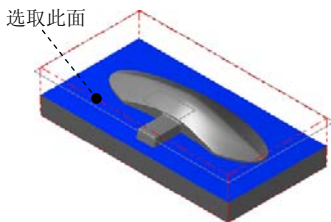

图 9.36 定义附着面
(1) 选择命令。选择下拉菜单  **绘图** →  **V 曲面曲线** →  **单一边界** 命令。
(2) 定义附着曲面和边界位置。在绘图区选取图 9.36 所示的面为附着曲面，此时在所选取的曲面上出现图 9.37 所示的箭头。移动鼠标，将箭头移动到图 9.37 所示的位置单击鼠标左键，此时系统自动生成创建的边界预览。单击  按钮完成指定边界的创建。